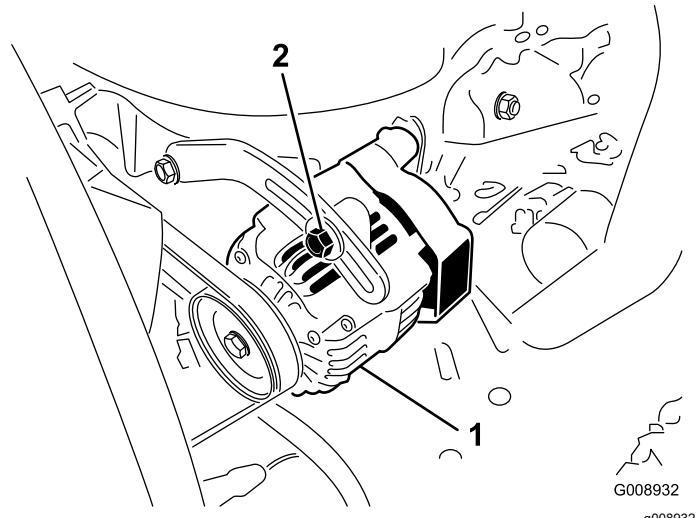

Figure 56
2. Si vous n'obtenez pas une flèche de 10 mm, desserrez les boulons de fixation de l'alternateur (Figure 56).